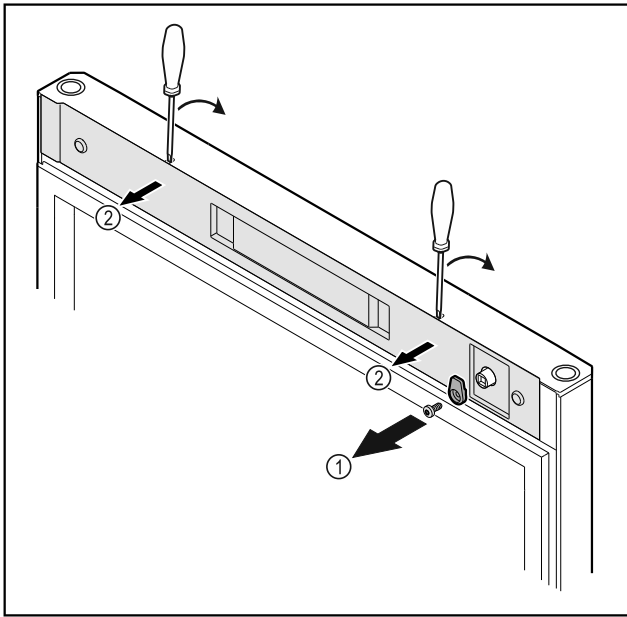

Fig. 18
- ▶ Відкрутити запірний гачок Fig. 18 (1).
- ▶ За допомогою малої викрутки зніміть з фіксатора кришку Fig. 18 (1) і видаліть.